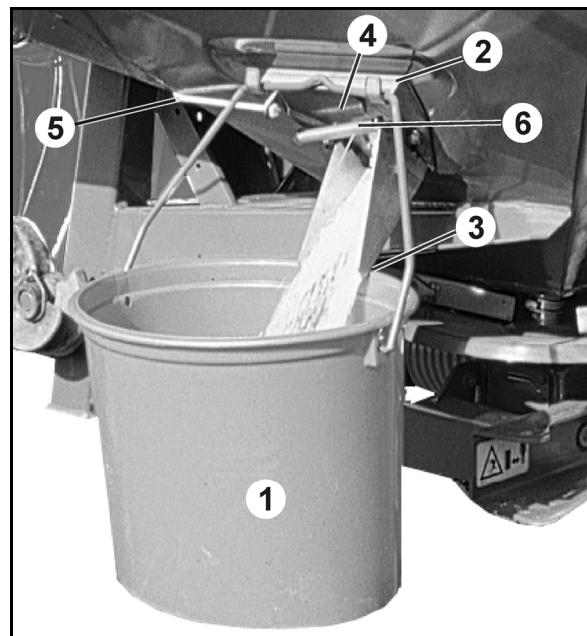

Fig. 64
1. Samlebeholderen (Fig. 64/1) hektes på med bøyler i holderen (Fig. 64/2). Samlebeholderen skal gå i spor på klemmanordningen (Fig. 64/3).
2. Åpne sidespjeldet (Fig. 64/4) på utløpsrennen helt i ca. 5 sekunder ved å trekke i tauet (Fig. 64/5) (for å sørge for en jevn gjødselstrøm). Etterpå helles gjødselen som samles opp, tilbake i sprederens beholder.
5. Kjør målestrekningen nøyaktig fra begynnelse til slutt under vanlige jordeforhold i planlagt, konstant arbeidshastighet. Samtidig åpnes sidespjeldet (Fig. 64/4) på utløpsrennen helt ved hjelp av tauet (Fig. 64/5) nøyaktig på målestrekningens startpunkt (trekk til mot stopperen) og lukk det på slutt punktet (når tauet slippes løst, trekker fjærerne (Fig. 64/6) sidespjeldet i lukkestilling).